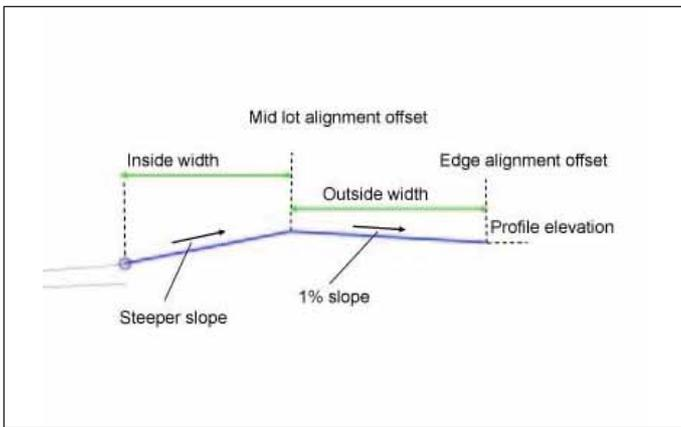

Рис. 26
- *LotGrade* – узел используется для задания уклонов для участков, расположенных справа от дороги (рис. 26);